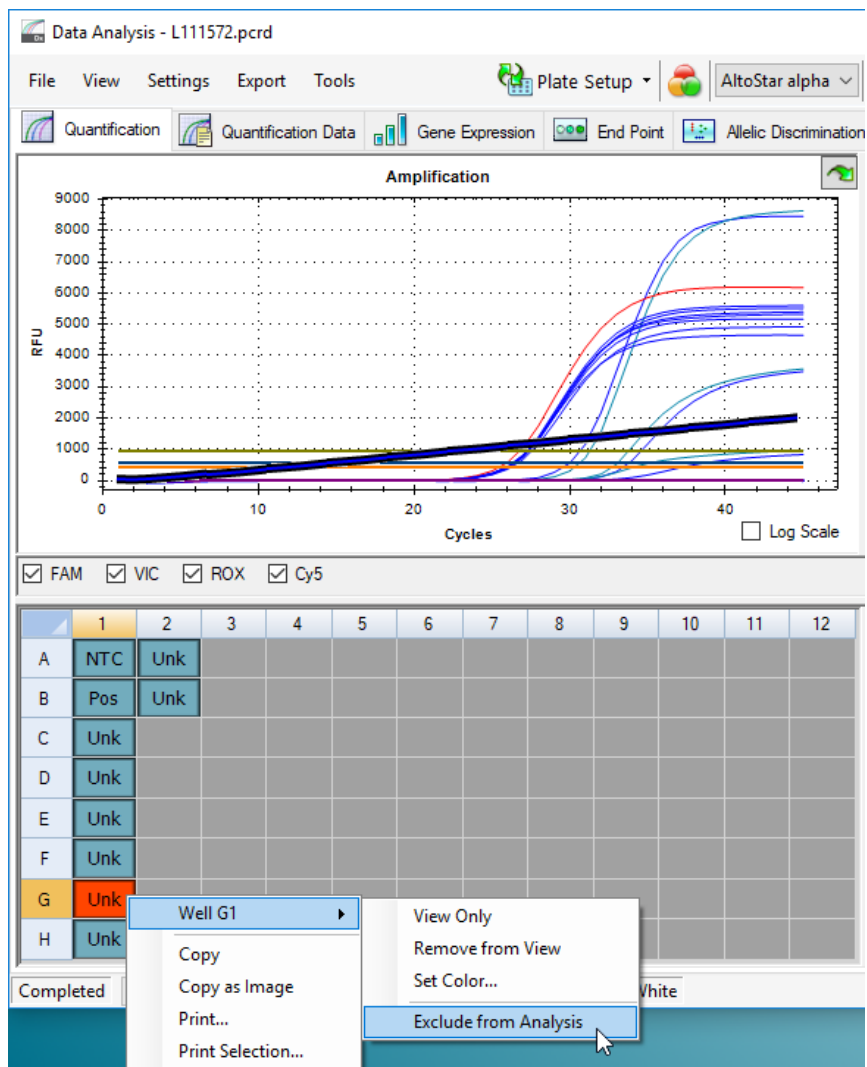

Figure 7: Fenêtre Data Analysis (Analyse des données) : exclure le puits de l'analyse
3. Cliquez avec le bouton droit de la souris sur chacun des puits concernés et sélectionnez **Well...** → **Exclude from Analysis** (Puits... → Exclure le puits de l'analyse) (voir la figure 7).